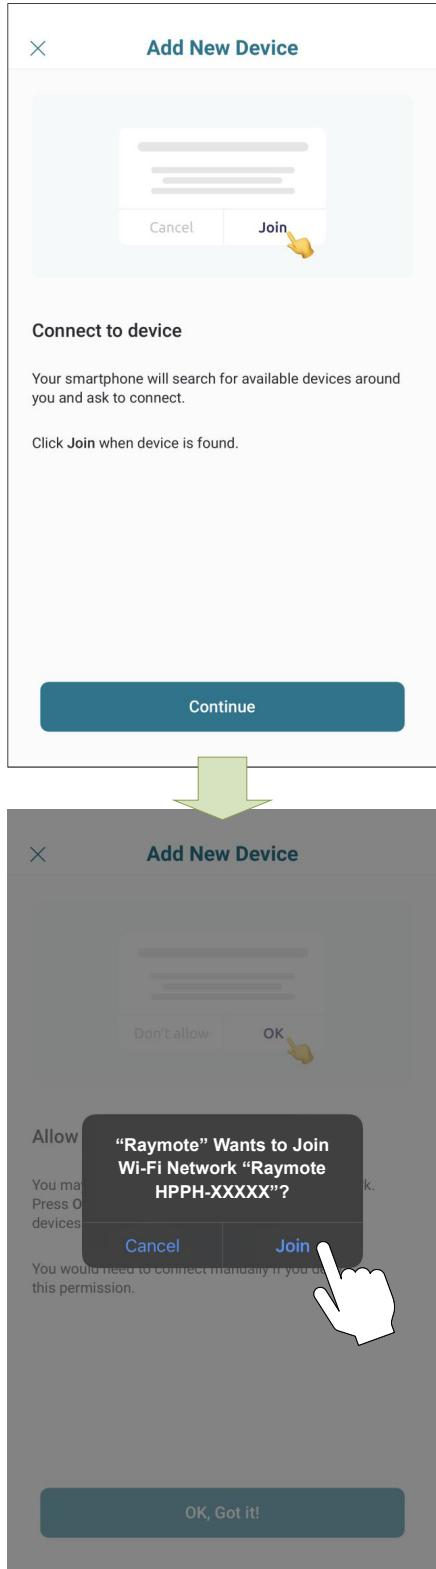

Figure 85. Connexion avec un téléphone mobile iPhone
- Sur iPhone: L'application Raymote recherche les appareils de chauffage à proximité. Si plusieurs appareils sont prêts à être connectés, rapprochez-vous de l'appareil que vous souhaitez connecter en premier. Appuyez sur « Join » (Rejoindre) pour sélectionner l'appareil qui correspond à l'identifiant de réseau, ou appuyez sur « Cancel » (Annuler) pour recommencer le processus. Voir Figure 85.